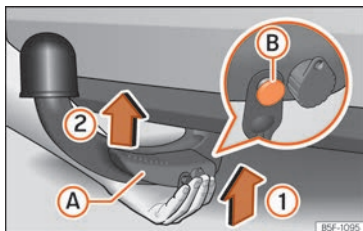

Fig. 266 Colocación del gancho de remolque.
- Sujete el gancho de remolque **desde abajo** y encájelo en el alojamiento del gancho siguiendo el sentido de la flecha » fig. 266 (1) hasta que se encastre de forma audible » ⚠.
La palanca » fig. 266 (A) gira **automáticamente** en el sentido de la flecha (2) hacia arriba y el perno de desbloqueo (B) sale hacia afuera (su parte roja y verde es visible) » ⚠.
- **Al fijar el gancho de remolque, para evitar pillarse los dedos, se recomienda mantener las manos retiradas de la palanca » fig. 266 (A).**